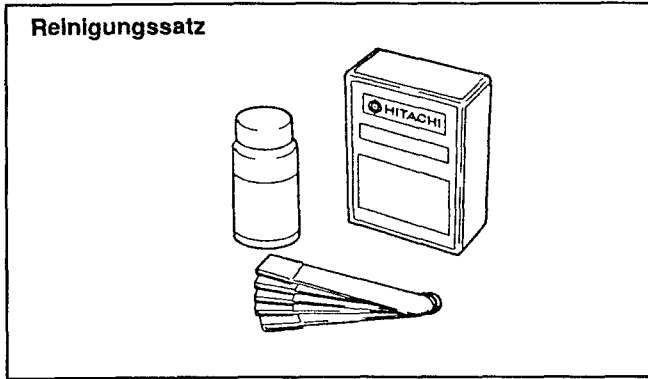

Abb. 2
- (1) Kopfreinigungssatz (Abb. 2)
- (2) Fett und Öl für Videorecorder (Tabelle 3)
- (3) Alkohol
- (4) Watte